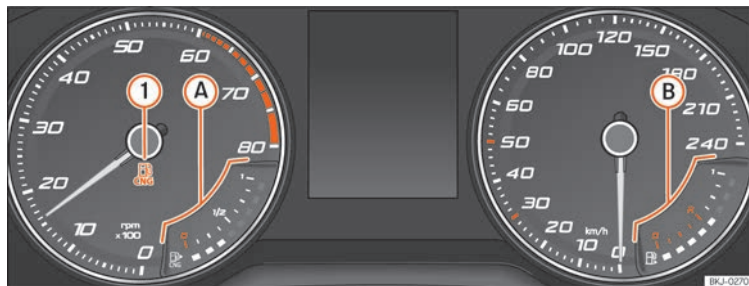

Fig. 68 Combiné d'instruments analogique : indicateur du niveau de gaz naturel.
Il s'allume en vert »» fig. 68 ①